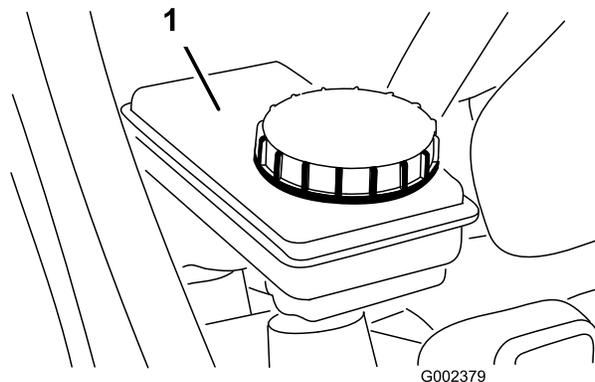

Рисунок 25
2. Убедитесь, что уровень жидкости доходит до линии «Полный» (Full) на бачке (Рисунок 25).
3. Если уровень жидкости низкий, очистите область вокруг крышки, снимите крышку бачка и заполните бачок до надлежащего уровня (Рисунок 25).